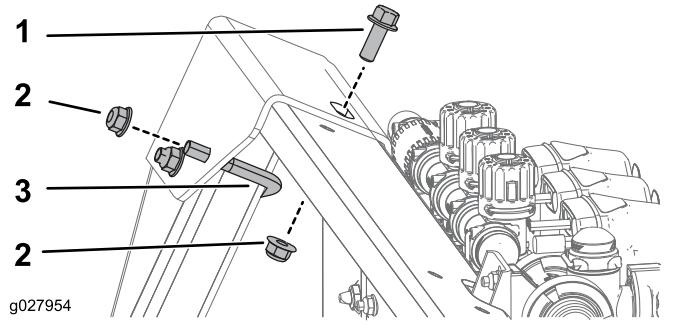

Рисунок 10
2. Закрепите обратную сторону верхнего кронштейна, используя один U-образный болт, один болт (3/8-16 x 1 дюйм) и 3 фланцевые гайки (3/8-16 дюймов), как показано на Рисунок 10.